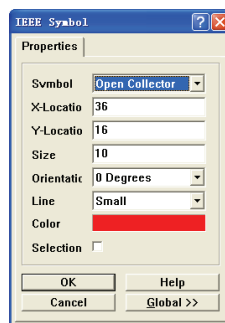
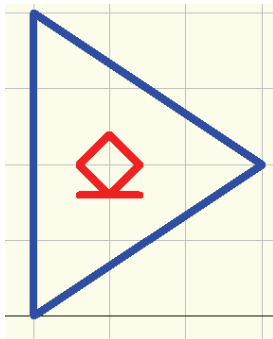

图 3-64 “IEE Symbol”对话框
图 3-65 放置图形符号
2) 单击工具栏中的 按钮，放置 IEE 符号中的集电极开路符号，在仿真过程中按〈Tab〉键，设置线宽，如图 3-64 所示。完成设置后，在闭合三角形内部，结果如图 3-65 所示。